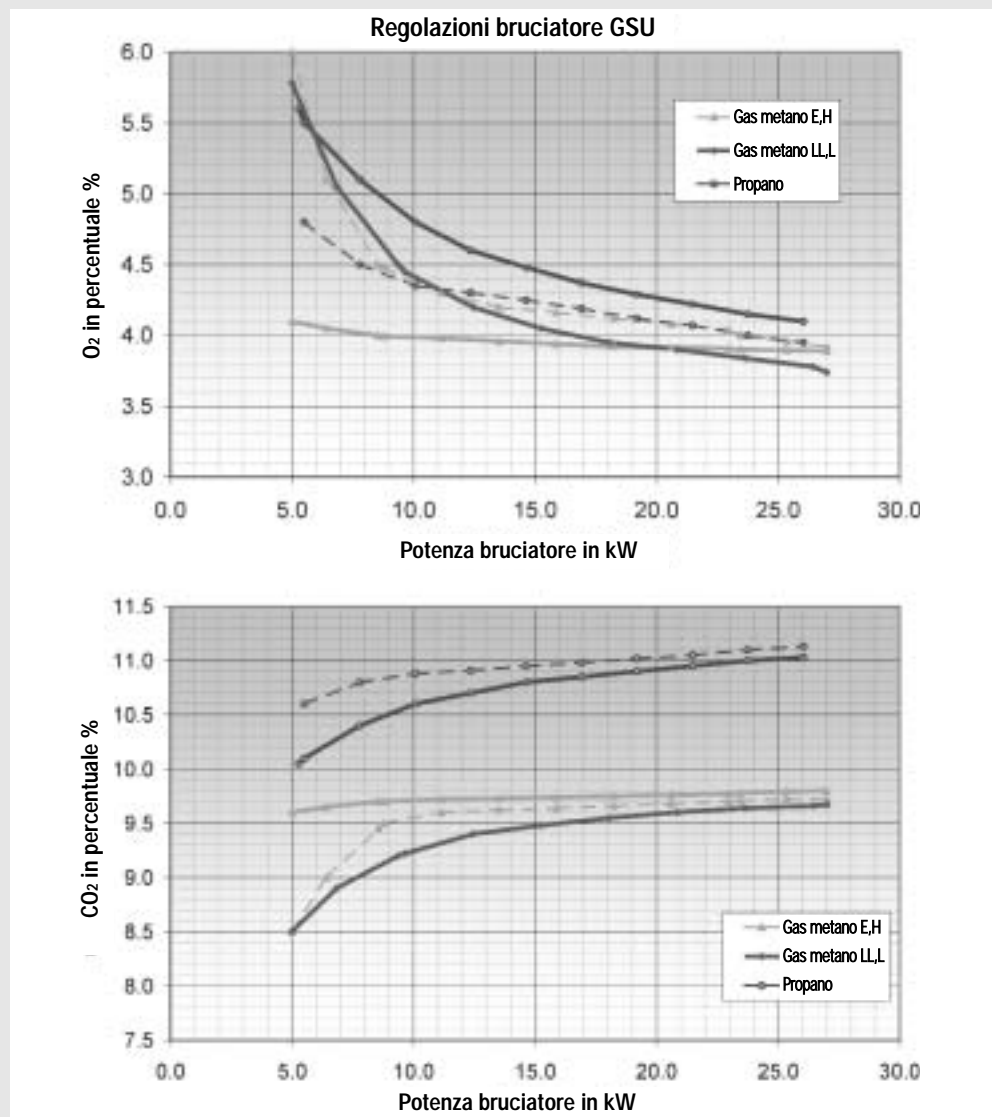

Fig. 4.1.3: valori richiesti per i fumi con vari tipi di gas
5. Quando i valori dei fumi non variano più - almeno 3 minuti dopo la partenza del bruciatore - regolare con la vite di regolazione gas il contenuto di O_2 su $\pm 0,1\%$ o CO_2 su $\pm 0,2\%$ secondo i valori indicati per la potenza piena nelle **tabelle 4.1.1 o fig. 4.1.3:**
7. Quando i valori dei fumi non variano più - almeno 2 minuti dopo la modifica della potenza - regolare con la vite offset (chiave esagonale 2,0 mm) il contenuto di O_2 su $\pm 0,1\%$ o CO_2 su $\pm 0,2\%$ secondo i valori indicati per la potenza minima nelle **tabelle 4.1.1 o fig. 4.1.3:**
(potenza bruciatore secondo fig. 4.4.3) I valori di regolazione bruciatore devono essere rilevati dalla fig. 4.1.3. Se in una fascia di potenza il bruciatore sviluppa rumorosità (fischi) le
impostazioni vanno modificate seguendo le linee tratteggiate in **fig. 4.1.3.**